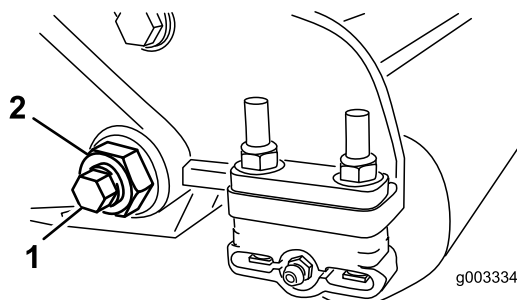
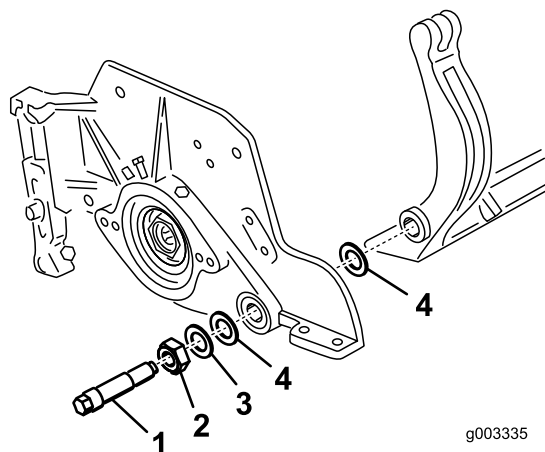

Figura 30
Figura 31
3. Su ciascun lato della macchina, allentate il dado di bloccaggio che fissa il bullone della barra di appoggio (Figura 30).
verso il basso e rimossa dal bullone della macchina (Figura 30). Considerate 2 rondelle in nylon e 1 rondella in acciaio stampato su ciascun lato della barra di appoggio (Figura 31).
2. Fissate la barra di appoggio su ciascuna piastra laterale mediante gli appositi bulloni (dadi sui bulloni) e 6 rondelle. Una rondella in nylon deve essere posizionata su ciascun lato della flangia di estremità della piastra laterale. Posizionate una rondella in acciaio all'esterno di ciascuna rondella in nylon (Figura 31). Serrate i bulloni a 37-45 Nm. Serrate i dadi di bloccaggio finché la rondella in acciaio esterna non cesserà di ruotare e il gioco di estremità verrà eliminato, ma non serrate eccessivamente o non deviate le piastre laterali. Le rondelle all'interno possono avere un gioco.